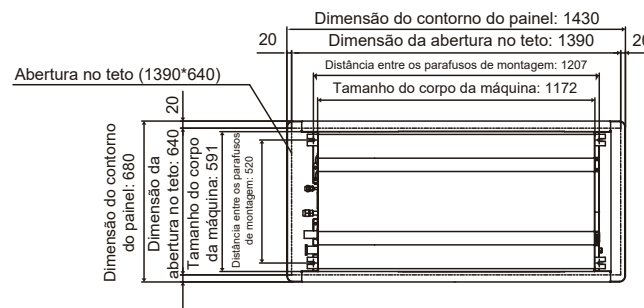

Figura 8
1. Faça furos de 1.390 mm x 640 mm no teto com base no layout da placa de instalação (acessório 4). Consulte a Figura 8.